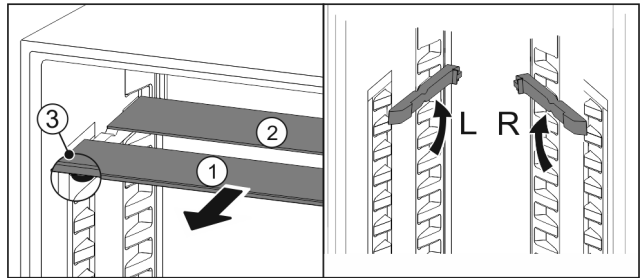

Fig. 73
- ▶ По одной извлеките Fig. 73 (1) стеклянные панели движением вперед.
- ▷ Стеклянная панель Fig. 73 (1) с декоративной планкой лежит спереди.
- ▷ Стопоры Fig. 73 (3) показывают вниз.